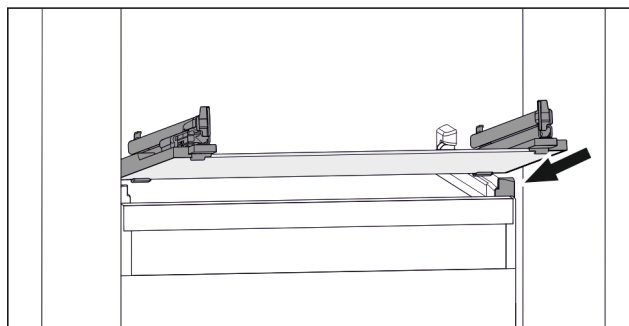

Fig. 73 Rappresentazione esemplificativa del ripiano in vetro
- Applicare il ripiano in vetro obliquamente dietro i fermi. (vedere Fig. 73)